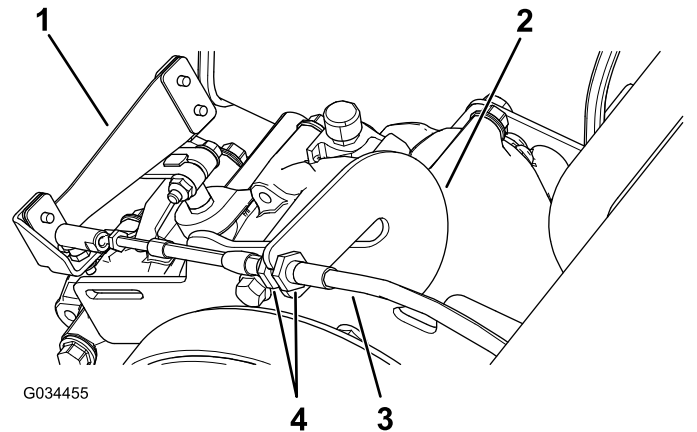

图 57
1. 将换档拉索从拉杆的槽中拉出图 57。
2. 拧松换档拉索上的锁紧螺母必要时进行调整图 57。
3. 在 3 个不同位置之间转动换档选择器测试换档位置并检查换档时换档控制杆图 57 能否适当转动请参阅 换档控制杆和换档指示器 \(页码 14\)。
4. 达到所需的调整时将换档拉索装入拉杆的槽中图 57。